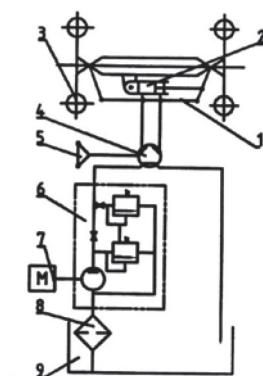

Рис. 10. Принципиальная схема гидравлических рулевых механизмов.
5.4.1. Принцип действия и функционирования полного гидравлического рулевого механизма (смотрите Рис. 10).
Принцип работы гидравлических рулевых механизмов показан на рис.10. Картер ведущего моста задней оси (9) также может быть использован как масляный бак рулевых механизмов. Под низким давлением масло вытекает из насоса беспрерывного течения HLCB-D06/06 (L) (6) в дизельный двигатель (7) через отверстие трубы насоса. Масло под устойчиво высоким давлением попадает в гидравлическое управление рулевого механизма модели BZZ1-E80 (4) и приводит в действие управляющий цилиндр (2) для приведения в действие рулевого механизма, а избыток масла возвращается к насосу через возвратную масляную трубу. Насос постоянного действия приспособлен для поддержки стабильной подачи масла, чтобы гарантировать устойчивую работу гидравлического рулевого механизма. Во время работы двигателя, гидравлический рулевой механизм трактора может работать только при повороте руля, и гидравлический подъемник не должно сбивать настройку управления.